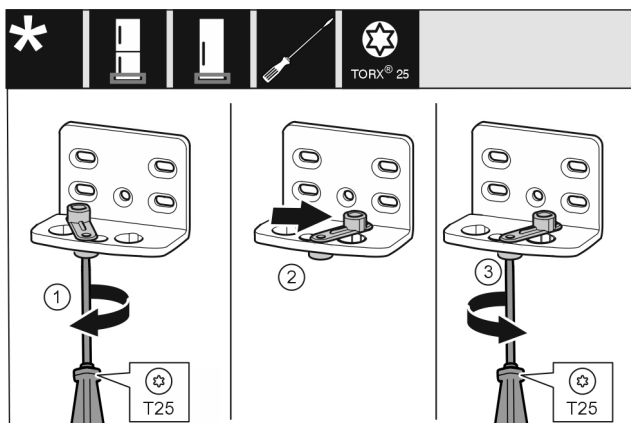

Fig. 12
- ▶ Voľne zaskrutkujte skrutku Fig. 12 (1) skrutkovačom.
- ▶ Nadvihnite pomôcku na zatváranie dverí Fig. 12 (2) a otočte ju o 90° doprava v otvore.
- ▶ Pevne utiahnite skrutku Fig. 12 (3) skrutkovačom.